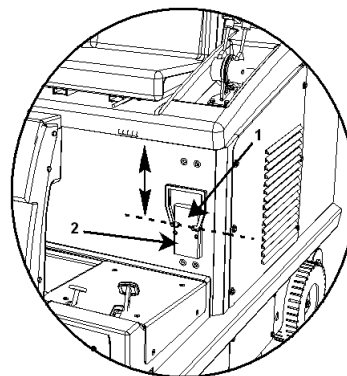

Рис. 13/В
2. Убедиться, что разъем, **дет. 1, рис. 13/В**, вставлен в соответствующий штекер, **дет. 2, рис. 13/А**.